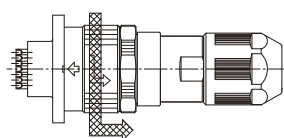

図1
- ・離脱時はスリーブを回転させるとロックが解除されます。(図1)